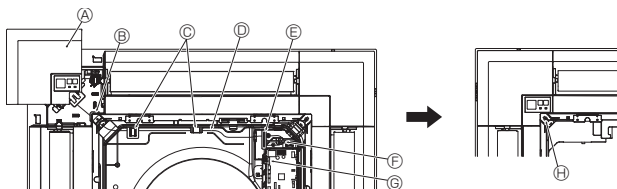

Fig. 9-9
9.4.5. Anbringung des Signalempfängers (Fig. 9-9)